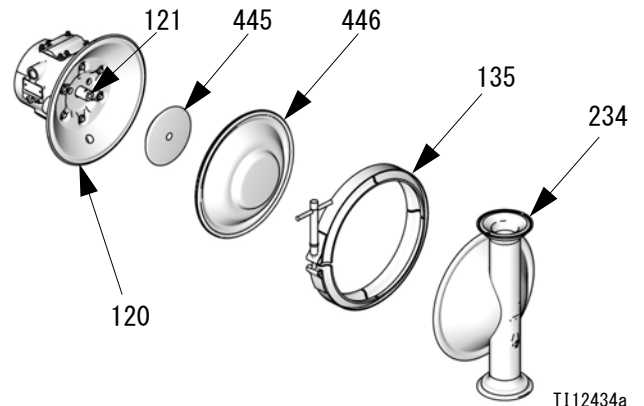

図 21
3. 液体カバー (234) をエアカバー (120) に保持しているクランプ (135) を外します。液体カバー (234) をポンプから引き抜きます。図 21 を参照のこと。
5. ダイヤフラムは手で締めて組み立てられています。緩めるには、両方のダイヤフラムの外周をしっかり握って、反時計回りに回します。片側のダイヤフラムアセンブリが外れ、反対側はシャフトに付いたまま残ります。外れた側のダイヤフラム (446) とエア側プレート (445) を外します。
6. 反対側のダイヤフラムアセンブリとシャフト (121) を、センターハウジング (101) から外します。シャフトの平らの部分を 19 mm スパナで固定し、シャフトからダイヤフラムとエアサイドプレートを外します。
7. ダイヤフラムシャフト (121) に摩耗やひっかき傷がないか点検します。損傷が見つかった場合には、ベアリング (117) を外さずに点検します。ベアリングが損傷している場合には、27 ページを参照してください。
8. 0 リングピックをセンターハウジング (101) に差し込み、U カップパッキン (110) に引っかけて、ハウジングから取り出します。このステップは、ベアリング (117) を外さずに実行できます。